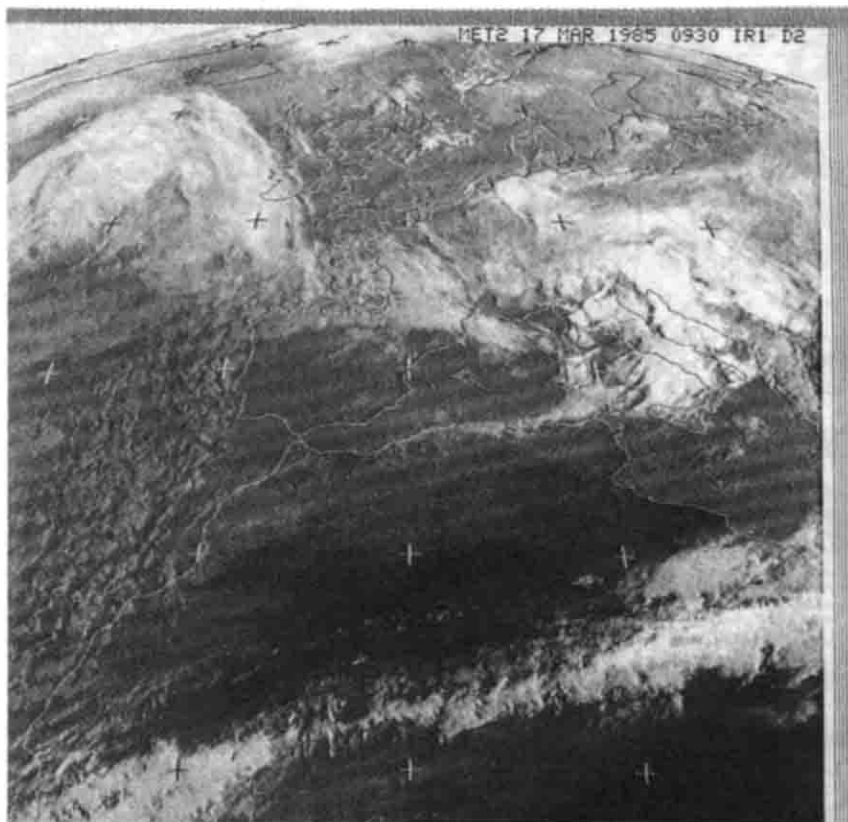

Fig. 1
- in fig. 1 vediamo la scheda dettagliata della «IMB», Roma Meteo, che trasmette in onde corte